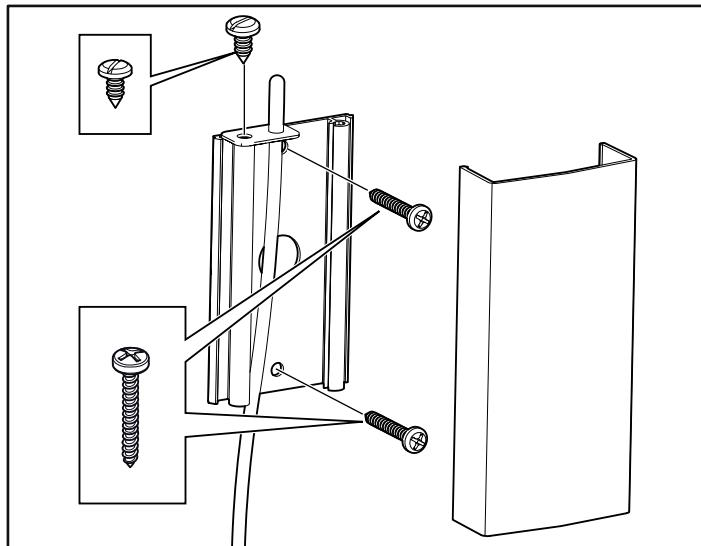
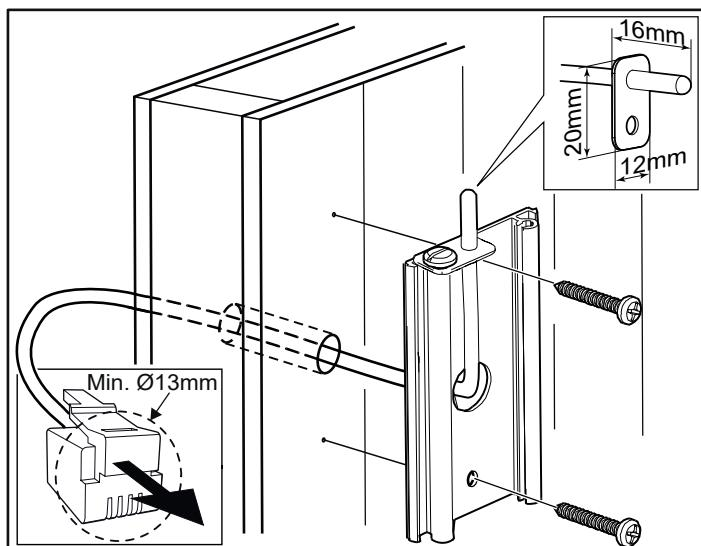

Рисунок 15: Установка датчика
Рисунок 16: Проведение проводки через стену.
13. Установите датчик на стене (см. Рис. 15). Провод термистора также можно проложить через стену. Герметично заделайте все отверстия в стене за датчиком (см. Рисунок 16). Провод термистора может быть удлинен и выведен за пределы сауны, используя низковольтный провод (2-жильный).